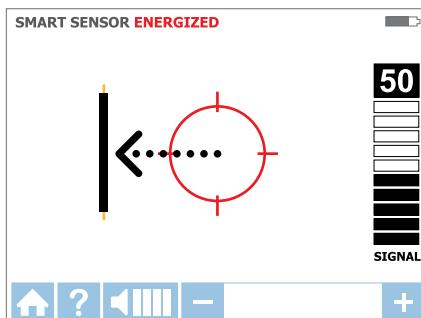

Abbildung 3.1d
- Bewegen Sie den Empfänger in die vom Pfeil auf dem Bildschirm angezeigte Richtung (siehe Abbildung 3.1d).